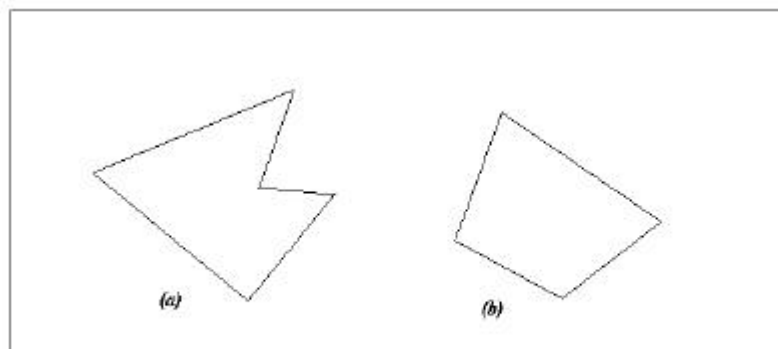

Figura 3.1. Exemplos de formas geométricas.
Um *simplex* é uma forma geométrica com uma propriedade especial, a saber. Uma linha que passe por quaisquer dois pontos pertencentes à um simplex deve estar contida inteiramente dentro do simplex. Por exemplo, A Figura 3.1(a) traz um exemplo de uma figura geométrica que não apresenta a propriedade acima. Em contrapartida, a Figura 3.1(b) apresenta a propriedade que caracteriza uma *simplex*. De forma geral, a área formada pela intersecção das restrições de um problema de programação linear (PL) é uma forma geométrica do tipo *simplex*. Conforme visto anteriormente, a região formada pela intersecção das restrições de um problema de PL é denominada espaço de soluções viáveis.